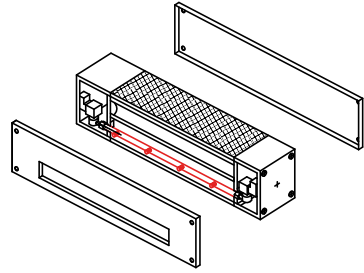

Fig. 19
2. smontare il pannello frontale e il pannello posteriore svitando le 4+4 viti di fissaggio (Fig. 19);
13. per le versioni con regolatore di velocità, verificare se necessita un aggiustamento della portata d'aria e della distanza raggiunta dalle goccioline d'acqua atomizzata (Fig. 19);